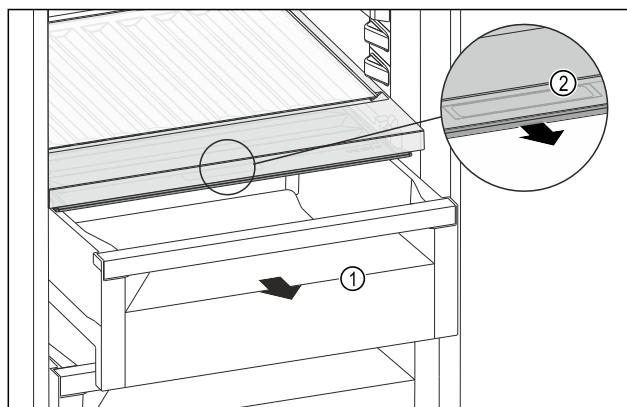

Fig. 206
- Tërhiqni jashtë sirtarin Fig. 206 (1).
- Kapni dorezën e futur Fig. 206 (2) në kapakun e ndarjes dhe në të njëjtën kohë tërhiqni përpara kapakun e ndarjes.